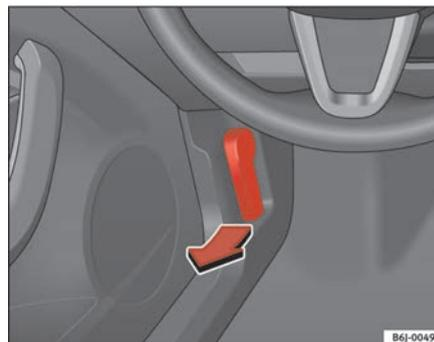

Fig. 122 Manípulo de abertura do capô do motor
- Puxar a alavanca que se encontra debaixo do painel de instrumentos ⇒ **fig. 122** no sentido indicado pela seta. O capô fica destrancado pela acção da mola ⇒ .